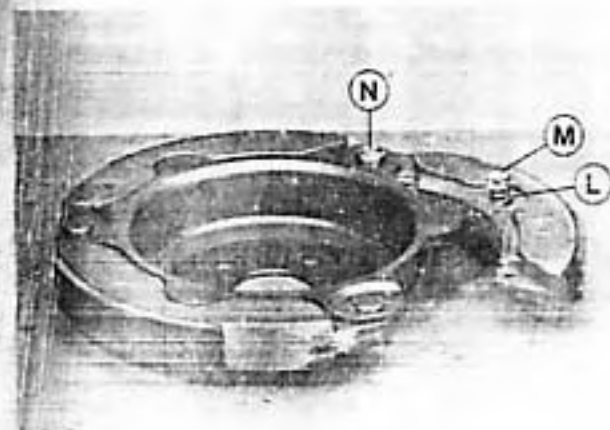

Fig. 68
Fig. 68-69 - Clutch unit: release the 3 springs «H», take away the 3 circlips «I» (fig. 68) and open centrifugal weights by containing springs «L» and plugs «M». Then take off pins «N» and remove centrifugal weights (fig. 69).
Bild 68-69 - Kupplungsgruppe: Die 3 Federn «H» aushängen, die 3 Sicherungsringe «I» entfedern (Bild 68), die Fliehkraftgewichte spreizen (dabei aufpassen die Federn «L» und die Federtellern «M» zusammenzuhalten). Zuletzt die Zapfen «N» herausziehen und die Fliehkraftgewichte entfernen (Bild 69).
Fig. 68-69 - Groupe embrayage: désengager trois petits ressorts «H», enlever les trois circlips «I» (fig. 68). Écarter les masselottes tout en veillant à tenir les ressorts «L» et les cuvettes de ressort «M». Retirer les axes de masselottes «N» et ôter les masselottes mêmes (fig. 69).
**Fig. 66-69 - Clutch unit:** release the 3 springs → take away the 3 circlips «I» (fig. 68) and open centrifugal weights by containing springs «L» and plugs «M». Then take off pins «N» and remove centrifugal weights (fig. 69).
**Fig. 66-69 - Groupe embrayage:** désengager les trois petits ressorts «H», enlever les trois circlips «I» (fig. 68). Ecarter les masselottes tout en veillant à tenir les ressorts «L» et les têtes de ressort «M». Retirer les axes de masselottes «N» et ôter les masselottes mêmes (fig. 69).